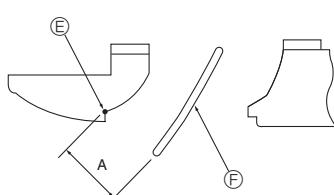

Fig. 8-10
- ② Αποσυνδέστε το βύσμα του κινητήρα των πτερυγίων για το κανάλι αερισμού που θέλετε να κλειδώσετε. (Ενώ πατάτε το κουμπί, αφαιρέστε το βύσμα προς την κατεύθυνση που δείχνει το βέλος όπως φαίνεται στο διάγραμμα.) Αφού αφαιρέστε το βύσμα, μονώστε το με ταινία.
- ③ Για να ρυθμίσετε την επιθυμητή κατεύθυνση της ροής του αέρα, μετακινήστε αργά τα πτερύγια προς τα επάνω ή προς τα κάτω, εντός του καθορισμένου εύρους. (Fig. 8-10)